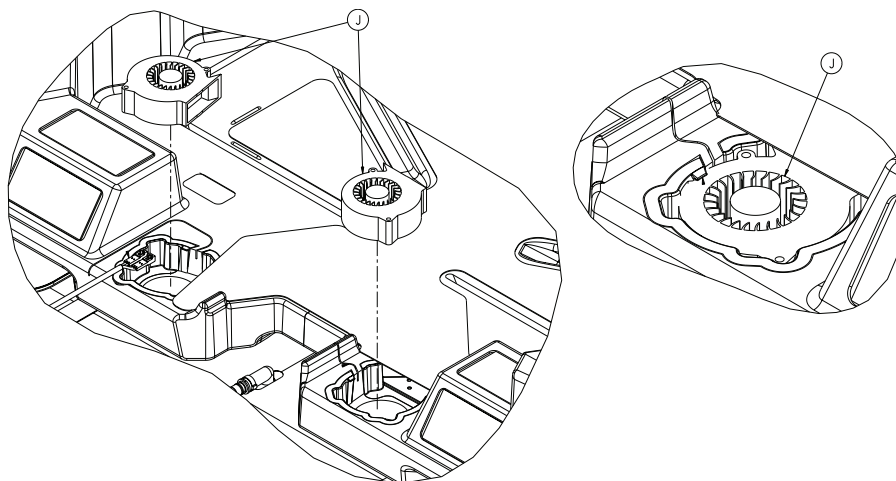

Figure 1-28: LAL fan
14. Remove the LAL fan from the LAL fan nest and discard the LAL fan (J) (Figure 1-28 on page 1-55).